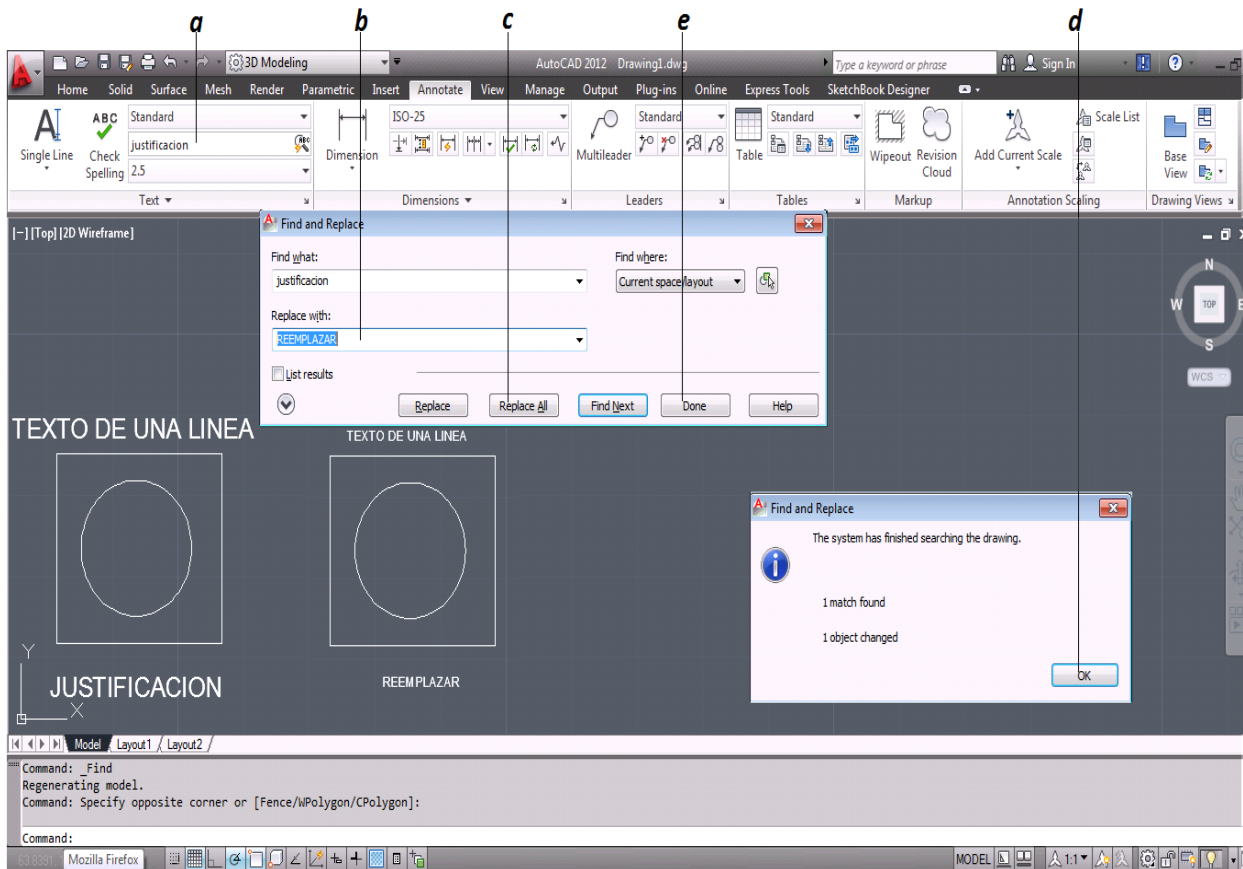

Figura 3.63 Texto “Remplazar”
- a. Se da clic en la caja de texto Encontrar Texto [Find Text] y se escribe la palabra *JUSTIFICACION* y se da enter (figura 3.63).
- b. En la caja de Texto Reemplazar se ingresa *REEMPLAZAR* (figura 3.63).
- c. Se da clic en el botón Reemplazar Todos [Replace All] (figura 3.63).
- d. Se da clic en el botón OK (figura 3.63).
- e. Se da clic en el botón Terminado [Done] (figura 3.63).